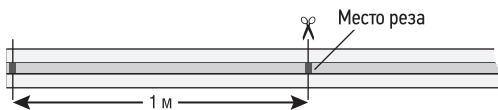
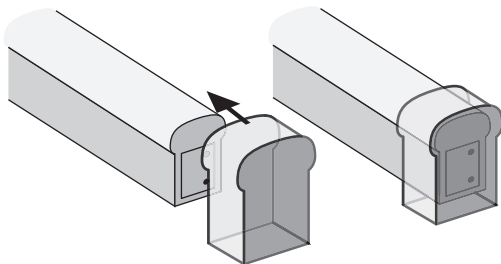

Рис. 2. Разрезание светодиодной ленты
Рис. 3. Установка заглушки на светодиодную ленту
- Разрезание светодиодной ленты на участки.** Светодиодную ленту OLS-2835-IP67-220V NEONLED можно разрезать на участки, кратные одному сегменту, длина которого равна 1 м. Разрез необходимо производить строго посередине участка, соединяющего смесные сегменты, *Рис. 2*. В месте разреза ленты пропущен сегмент гибкой печатной платы. На окончании участков светодиодной ленты, к которым не планируется производить какие-либо подключения, необходимо установить заглушки OLSC-ср-2835-220V-NEONLED (в комплекте 1 шт.), *Рис. 3*.